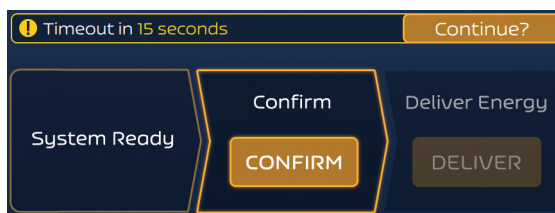

Abbildung 8. Timeout-Warnmeldung
3. Nach Drücken der Schaltfläche PREPARE (Vorbereiten) wird diese für etwa vier Minuten aktiviert. Wird diese Zeit überschritten, kehrt der FARASTAR PFA-Generator in den Zustand „Leerlauf“ zurück. Danach ist eine Neuinitialisierung erforderlich. Innerhalb von 15 Sekunden nach der Zeitüberschreitung wird ein Countdown-Timer angezeigt. Sie können während dieses Countdowns die Schaltfläche CONTINUE (Weiter) drücken, um eine zweite vierminütige Timeout-Periode zu starten (siehe Abbildung 8). Wenn die zweite Timeout-Periode überschritten wird, kehrt der FARASTAR PFA-Generator in den „Leerlauf“ zurück und muss neu initialisiert werden.
**Hinweis:** Beachten Sie, dass die Schaltfläche DELIVER (Abgabe) nur für 10 Sekunden aktiviert ist, danach müssen Sie erneut CONFIRM (Bestätigen) drücken. Auch die Schaltfläche CONFIRM (Bestätigen) wird für 4 Minuten aktiviert. Wird diese Zeit überschritten, kehrt der FARASTAR PFA-Generator in den Zustand „Leerlauf“ zurück. Danach ist eine Neuinitialisierung erforderlich. Innerhalb von 15 Sekunden nach der Zeitüberschreitung wird ein Countdown-Timer angezeigt. Sie können während dieses Countdowns die Schaltfläche CONTINUE (Weiter) drücken, um eine weitere vierminütige Timeout-Periode zu starten (siehe Abbildung 8).